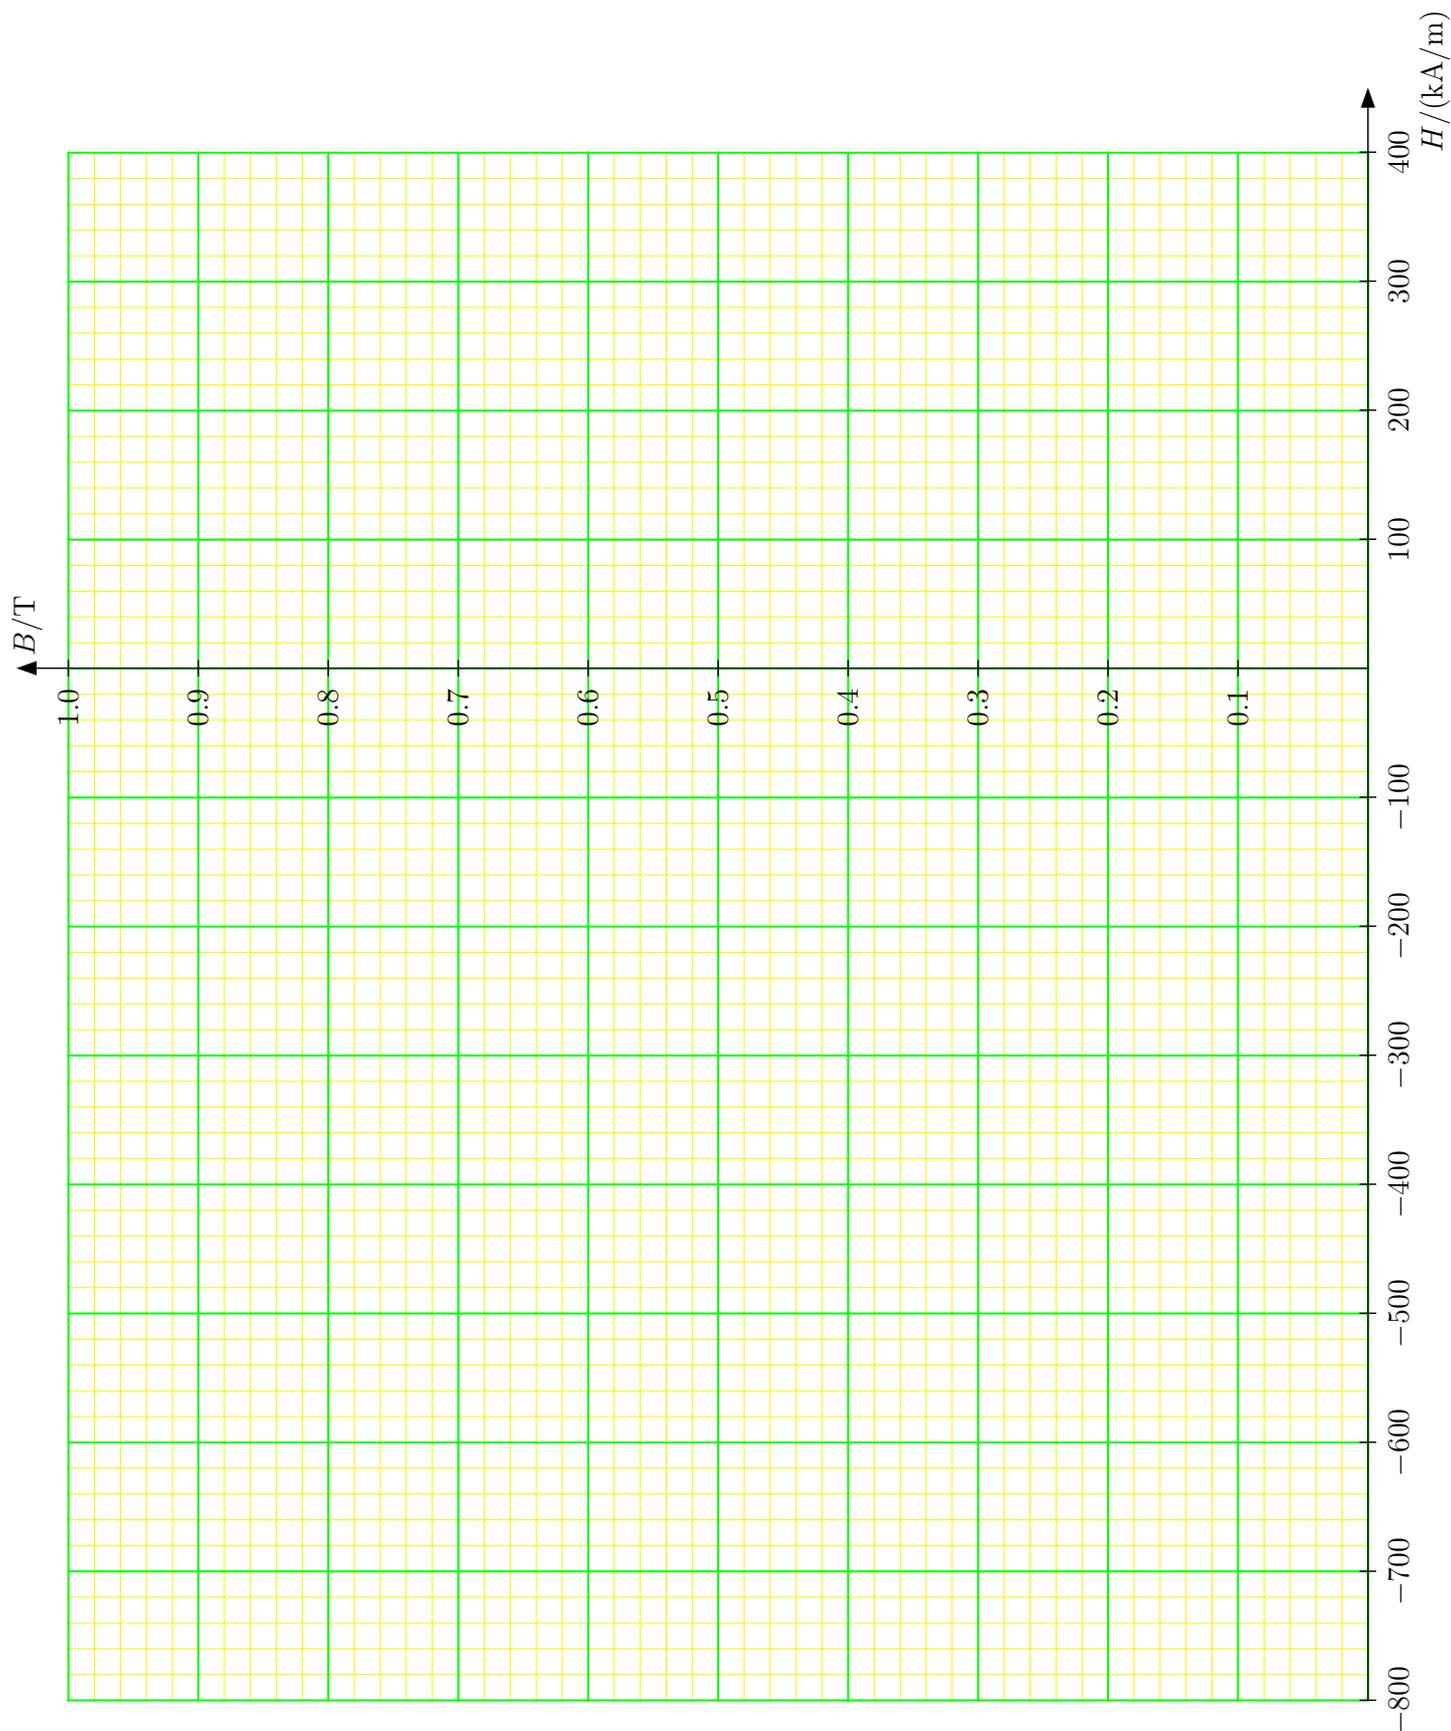

Abb.1 Arbeitspunkte und -geraden im Magneten bzw. Luftspalt.
3. Tragen Sie die Ergebnisse in Tab. 1 und im $B(H)$ -Diagramm (Abb. 1) ein:
6. Wiederholen Sie die Überschlagsrechnung für den Arbeitspunkt des Magnet-rings und des Luftspalts für die beiden Modifizierungen und tragen Sie die Ergebnisse B_L , H_L , B_M und H_M für beide Varianten in die Tab. 4 und ins $B(H)$ -Diagramm (Abb. 1) ein.
9. Tragen Sie die Ergebnisse der numerischen Feldberechnung für die Arbeitspunkte für Magnet und Luftspalt für alle 3 Fälle (Original und beide Reduziervarianten) in das $B(H)$ –Diagramm (Abb. 1) ein!